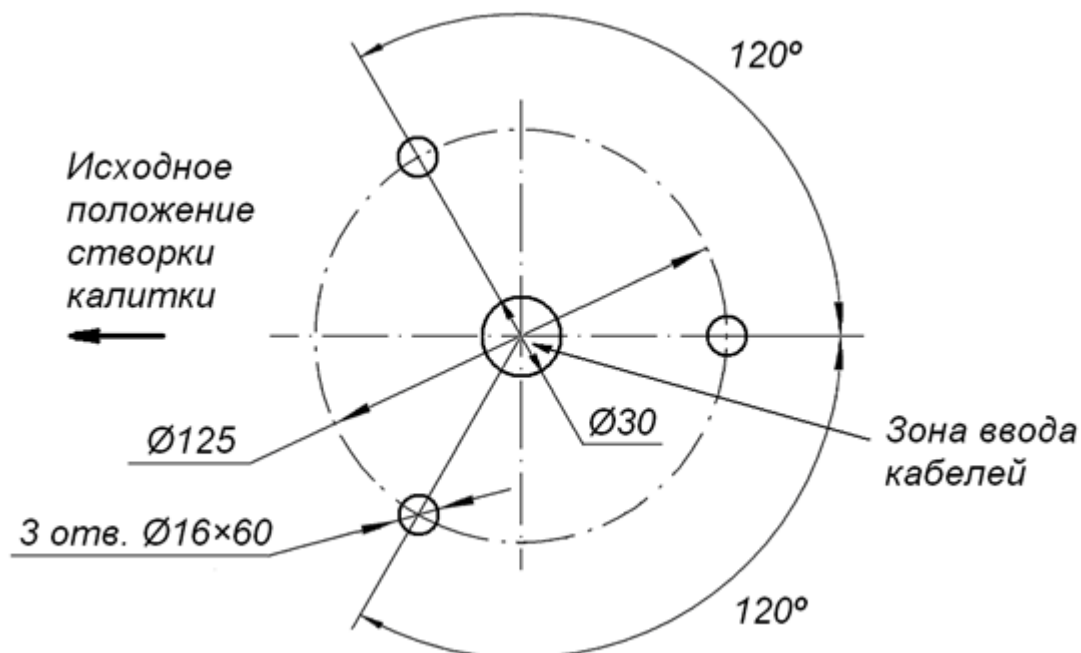

Рисунок 9. Схема разметки для монтажа калитки1
4. Выполните разметку и разделку отверстий под анкерные болты на установочной поверхности в соответствии с рис. 9.
7. Извлеките кронштейн (6) с МК (7) из стойки калитки через отверстие в основании.